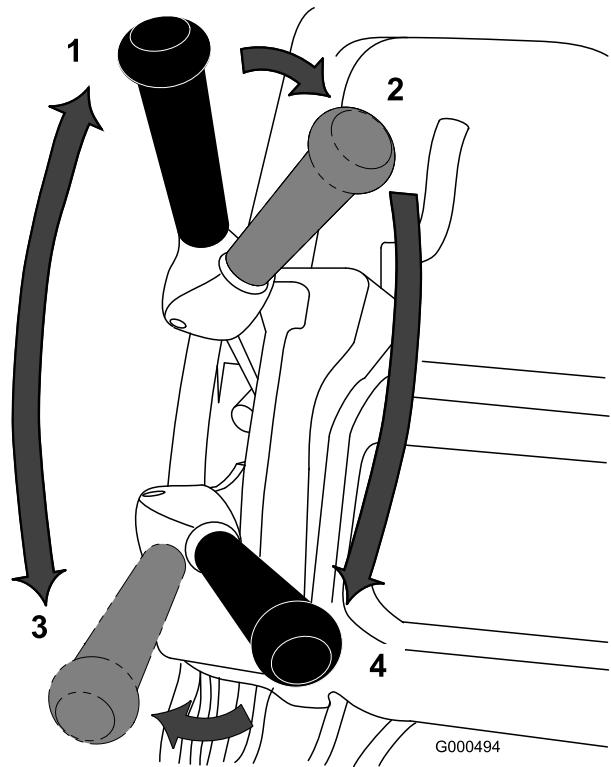

Bild 26
1. Lassen Sie den Motor an, stellen den Gasbedienungshebel auf verringerte Geschwindigkeit, drücken Sie den Griff nach unten, um die Schneideeinheit anzuheben, aktivieren Sie die elektronische Sicherheit, schieben Sie den Fahrantriebshebel in die Stellung „Eingekuppelt“ und transportieren Sie den Rasenmäher an eine Ecke der Rasenfläche (Bild 26).
2. Schieben Sie den Fahrantriebshebel auf die Stellung „Deaktiviert“ und kuppeln Sie den Spindelantriebshebel ein (Bild 26).
3. Schieben Sie den Fahrantriebshebel in die Stellung „Aktiviert“ (Engaged), geben Sie so viel Gas, bis der Rasenmäher die gewünschte Geschwindigkeit erreicht hat. Fahren Sie den Rasenmäher auf die Grünfläche, lassen Sie den Rasenmäher vorne ab und beginnen Sie mit dem Mähen (Bild 26).